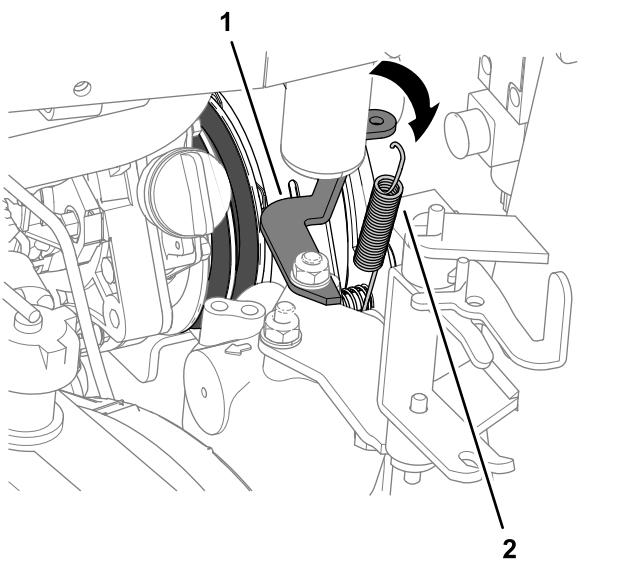

Bild 90
5. Haken Sie an der Kühlseite die Dämpfungsfeder der Kupplung von der Federhalterung aus (Bild 90).
4. Haken Sie die Dämpfungs Feder der Kupplung zwischen der inneren Kupplungsplattenschraube und der Federhalterung ein, siehe Bild 90 in Entfernen der Zapfwellenriemen \(Seite 68\).